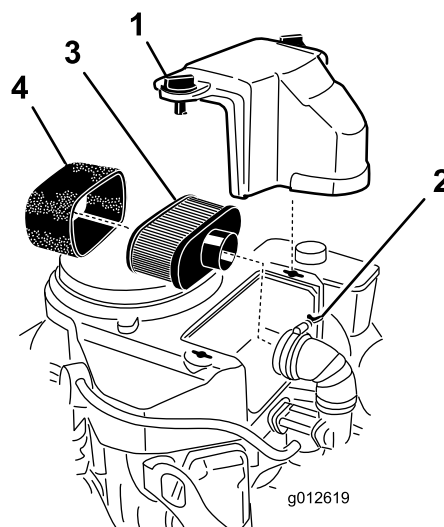

Figure 28
3. Nettoyez la surface autour du filtre à air pour éviter que des impuretés n'endommagent le moteur en tombant à l'intérieur (Figure 28).
4. Dévissez les boutons du couvercle et déposez le couvercle du filtre à air (Figure 28).
5. Dévissez le collier et déposez le filtre à air (Figure 28).
6. Sortez délicatement l'élément en mousse de l'élément en papier (Figure 28).
Important: Ne nettoyez pas l'élément en papier, remplacez-le (Figure 28).
1. Glissez délicatement l'élément en mousse sur l'élément en papier (Figure 28).
2. Posez le filtre à air complet sur sa base et fixez-le en place avec les 2 écrous à oreilles (Figure 28).
3. Mettez le couvercle du filtre en place et serrez le bouton (Figure 28).